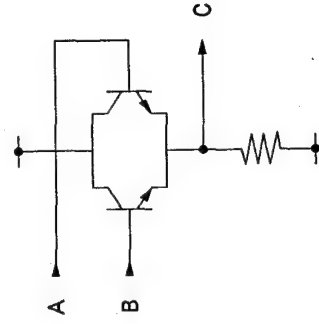

Fig. 3-11-4.
**3-11-5. Correlation Circuit (IC501) (Fig. 3-11-4.)**